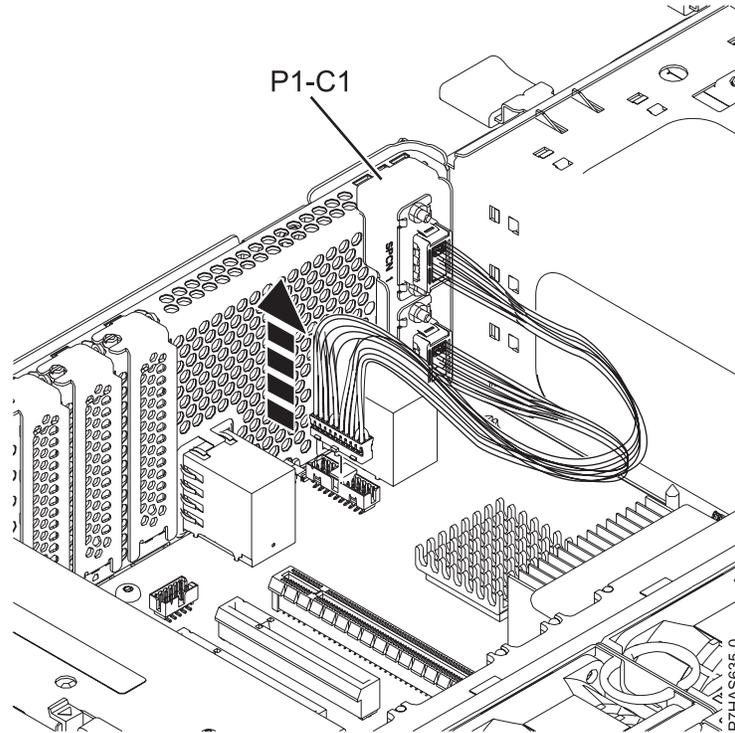

Abbildung 9. SPCN-Kabelsatz installieren
- a. Trennen Sie die das SPCN-Adapterkassettenhalterkabel von der Systemrückwandplatine (siehe Abb. 9).